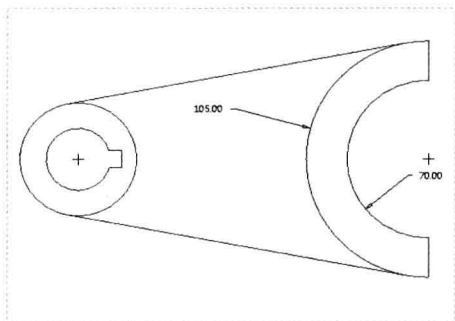

图 3-75 图形文件
Step 01 按【Ctrl+O】组合键，打开图形文件，如图 3-75 所示。